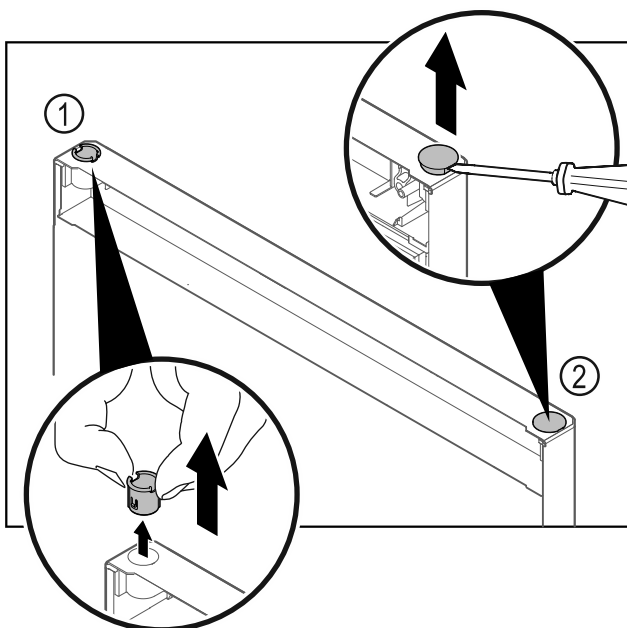

Fig. 22
- Pouzdro závěsu Fig. 22 (1) vytáhněte prsty.
- Krycí zátka Fig. 22 (2) opatrně nadzvedněte plochým šroubovákem a vytáhněte.